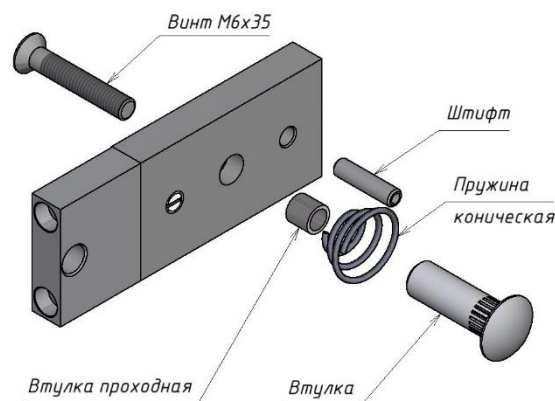

Рисунок 2 - Комплект крепления якоря
- винт М6х16 (потайн.) под ключ S4 (11)..... 1 шт.
- якорь М20 (12)..... 1 шт.
- пружина коническая (13) (из комплекта крепления якоря) ..... 1 шт.
- кронштейн якоря М20 (14)..... 1 шт.
- комплект крепления якоря (рисунок 2)..... 1 шт.
- с помощью комплекта крепления якоря с отверстиями в двери для винта крепления якоря и фиксирующего штифта (рисунок 2);